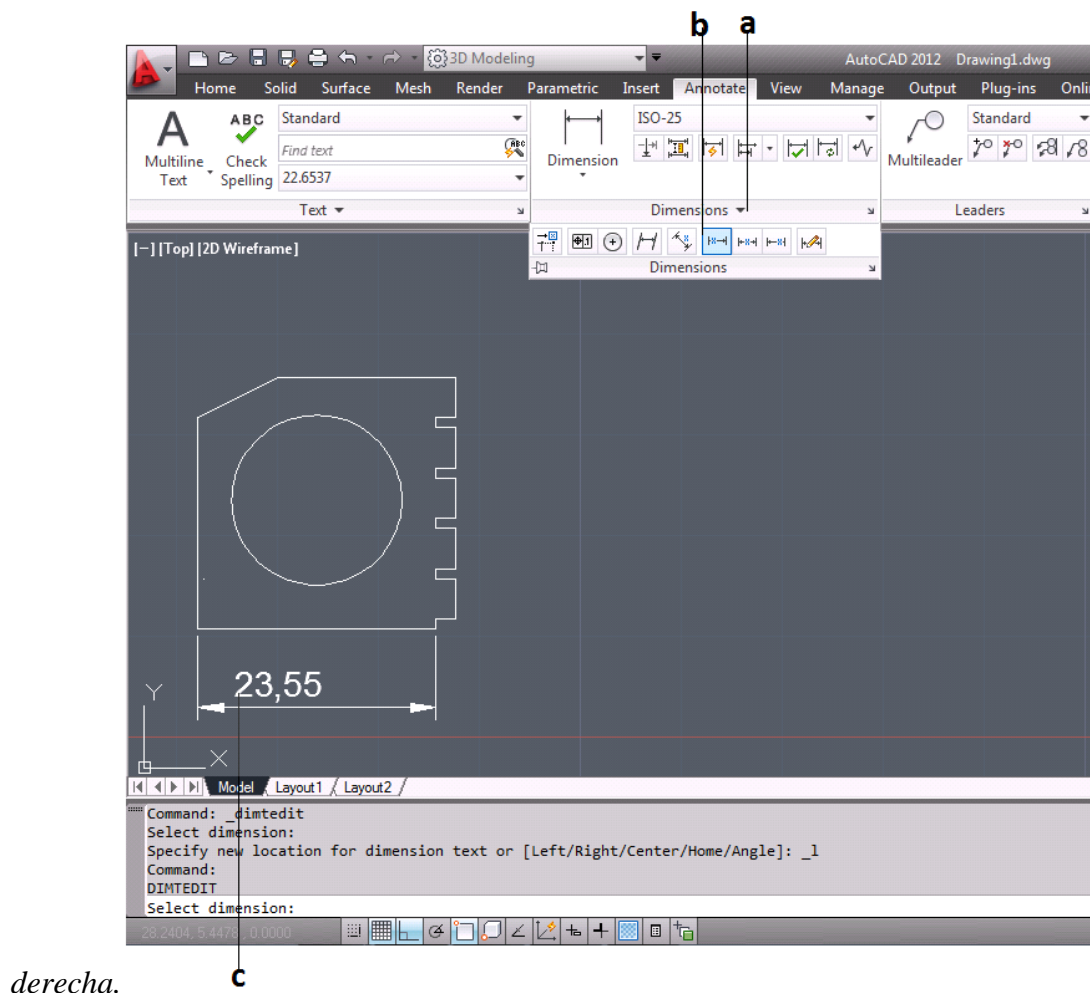

Figura 3.77 Acotado “Angulo”
- Se da clic sobre la flecha Dimensiones [Dimensions] para desplegar las opciones (*figura 3.77*).
- Se selecciona la opción izquierda [left], para activar la opción del texto a la izquierda (*figura 3.77*).
- Se selecciona la cota a cambiar a la izquierda y se da enter (*figura 3.77*).